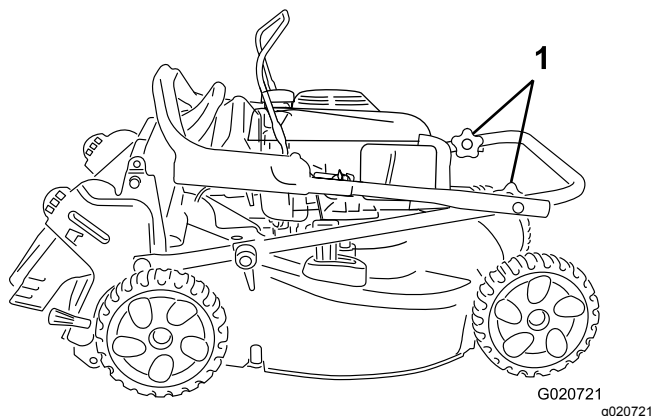

Figura 4
1. Allentate le manopole della stegola (Figura 4).